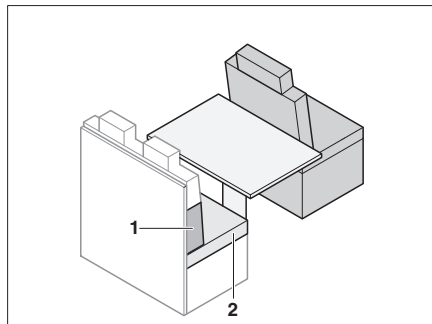

Fig. 192 Antes de la transformación
- Quitar el cojín del asiento (Fig. 192,2).
- Poner el cojín del respaldo (Fig. 192,1) entre el cojín del asiento y la pared dorsal. Tener en cuenta la forma de cuña.